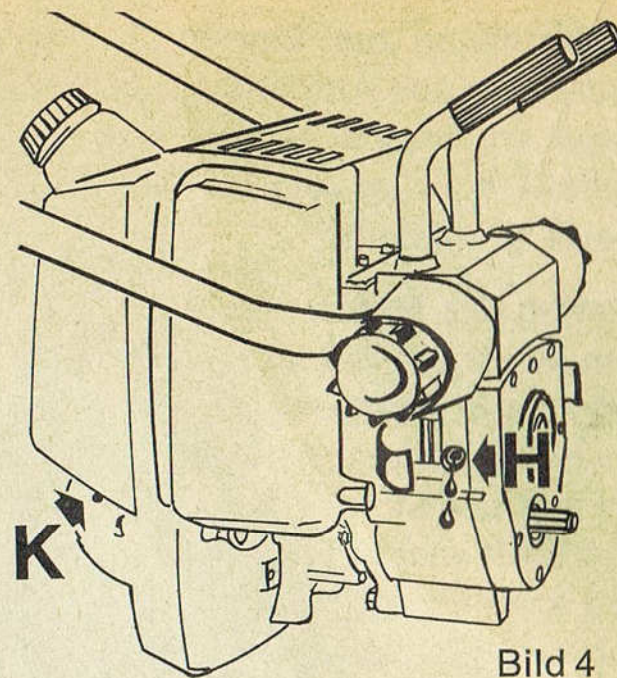
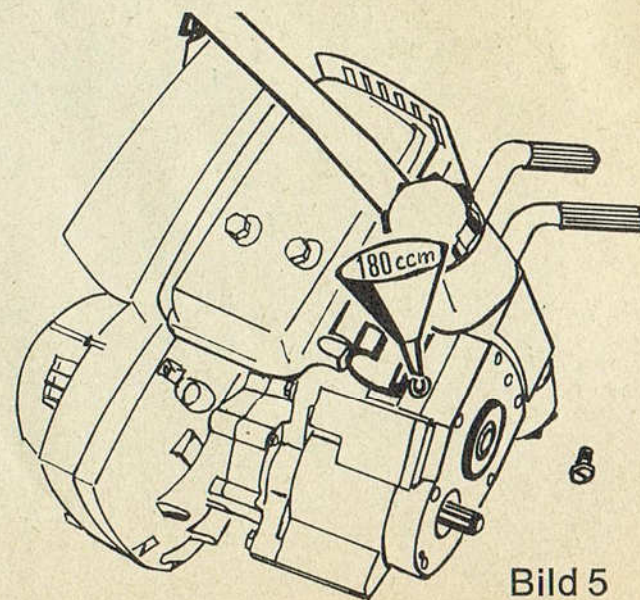

Bild 4
Bild 5
**Abstellen des Motors:** Kurzschlußknopf K (Abb. 4) drücken bis der Motor stehen bleibt. Bei längerer Arbeitsunterbrechung muß der Kraftstoffhahn geschlossen werden (Pfeil quer).
**Wartung Getriebe am Motor:** Das Getriebeöl sollte im Jahr einmal gewechselt werden. Öleinfüllmenge 180 ccm Getriebeöl SAE 80. Bei senkrecht stehendem Motor reicht der Ölspiegel bis zum Kontrollstopfen H (Abb. 4). Zum Ölablassen wird der Kontrollstopfen ausgeschraubt und der Antriebsblock auf die Seite gelegt, damit das Öl auslaufen kann. Getriebeöl einfüllen (Abb. 5).